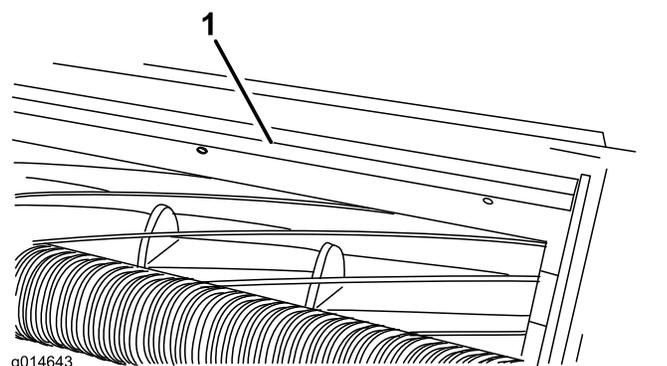

Figura 6
1. Desaperte os parafusos que fixam a barra superior (**Figura 6**) à unidade de corte.